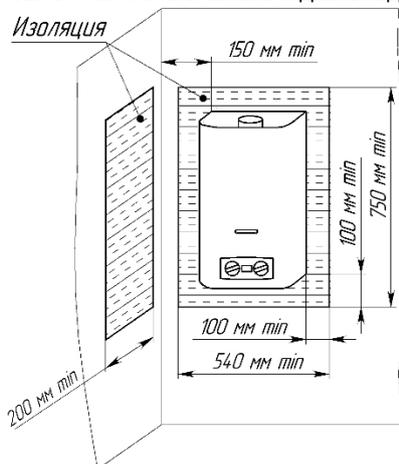

Рисунок 5. Установка аппарата на трудногораемых стенах
7.1.6. Допускается установка аппарата на трудногораемых стенах при условии изоляции стены оцинкованным листом толщиной 0,8...1 мм по листу базальтового теплоизоляционного картона БТК толщиной 3...5 мм. Изоляция стены должна выступать за габариты корпуса аппарата не менее чем на 100 мм с каждой стороны (рис. 5). Расстояние от боковых поверхностей аппарата до трудногораемых стен без применения изоляции должно быть не менее 250 мм. При уменьшении указанного расстояния до 150 мм необходима установка теплоизоляции (обивка стен оцинкованным листом по листу теплоизоляционного материала). При установке аппарата на негорючих стенах устройство изоляции не требуется.